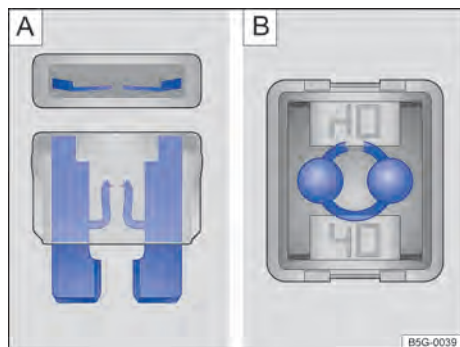

Fig. 173 Fusível queimado: [A] fusível plano, [B] fusível de bloqueio.
- Um *fusível plano* (ATO®, MINI®) queimado é reconhecido de cima ou de lado pela carcaça transparente nas faixas metálicas derretidas → Fig. 173 **A**.
- Um *fusível de bloqueio* (JCASE®) queimado é reconhecido pelas faixas metálicas derretidas por cima da carcaça transparente → Fig. 173 **B**.